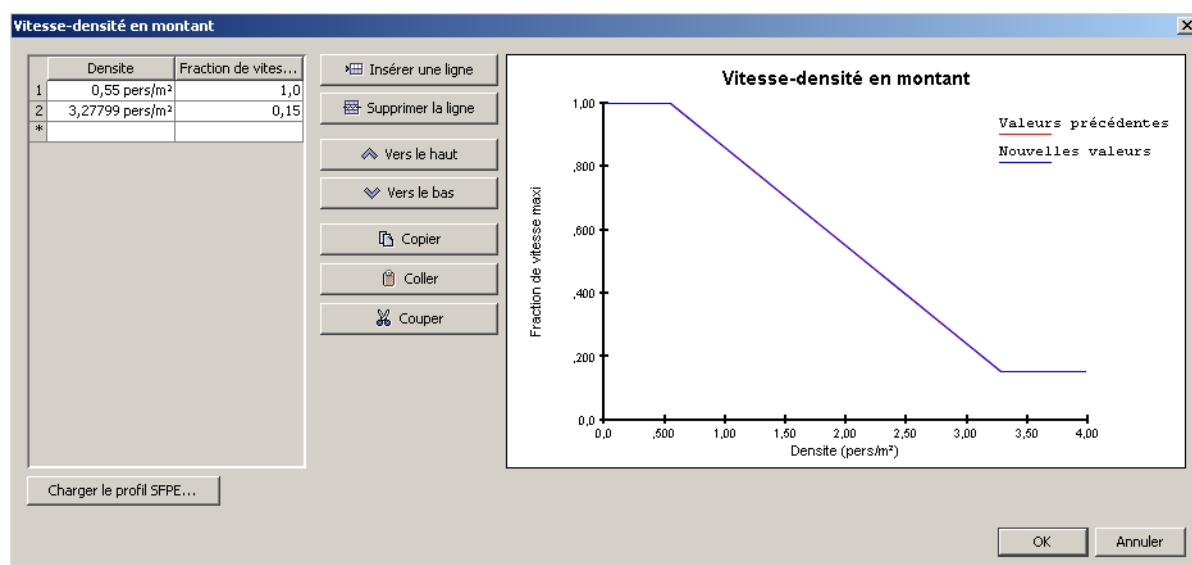

Figure 5.6 : le dialogue Profil de vitesse-densité :
- **Issue du tableau** : la vitesse est saisie sous la forme d'une fraction de la vitesse maximum de l'occupant en fonction de la densité d'occupant environnante. Les valeurs sont saisies dans le dialogue **Profil de vitesse-densité**, comme illustré à la figure 5.6. Le profil est défini par une fonction linéaire par morceaux, dans laquelle les points d'échantillon sont saisis dans un tableau. Pour les densités comprises dans l'éventail en question, la fraction de la vitesse est interpolée. Pour les densités non comprises dans cet éventail, la fraction de la vitesse est égale à celle saisie pour la densité donnée la plus proche. Un aperçu du diagramme fondamental est présenté à droite du tableau. Le profil SFPE, le profil par défaut, peut être chargé en cliquant sur **Charger le profil SFPE...** en-dessous du tableau.
Lorsque vous sélectionnez des occupants, leur panneau des propriétés s'affiche, comme illustré à la figure 5.6. Une fois que vous avez ajouté des occupants au modèle, vous pouvez leur affecter des données de profil personnalisées. Pour ce faire, sélectionnez un ensemble d'occupants et cochez la case à côté du paramètre à personnaliser.²